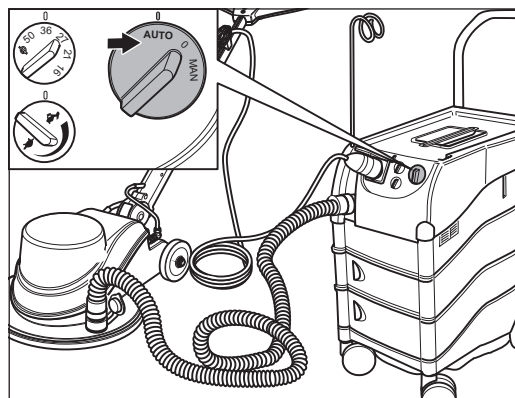

Abb. 32 AUTO-Betrieb-Stellung des Staubsaugers.
- 4 Schalten Sie den Staubsauger auf AUTO-Betrieb (Abb. 32). AUTO-Betrieb bedeutet, dass sich der Staubsauger beim Ein- bzw. Ausschalten der SINGLE automatisch auch ein- bzw. ausschaltet.